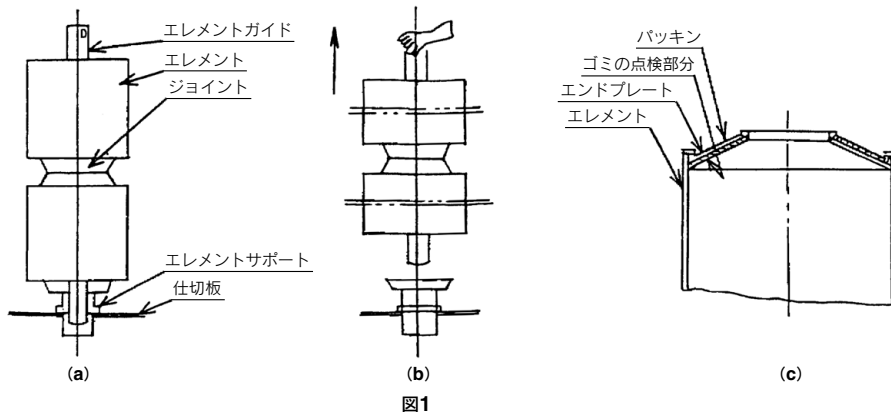

図1
また、ELEMENTホルダを取出した後、図1の要領でELEMENTガイドを取出すことにより、ELEMENT、ジョイントを一括して取出すことができます。
- ①マイクロメッシュELEMENT[円筒およびブリーツ(球面パッキンを使用しないもの)]および焼結ELEMENTの場合はエンドプレートとパッキン間のゴミを必ず完全に除去してください。[図1(c)参照]
- ②ELEMENTガイドを取外した時は取付けてください。
- ③ELEMENT、ジョイント、ELEMENT、ELEMENT取付金具の順に同心になるように正しく差し込んでください。
※また配列が多くElement重ね数が3~4段の場合はあらかじめElementガイドにElement、ジョイントをセットした物をElementサポートにセットする事もできます。[図1参照 取出す時の逆の要領]